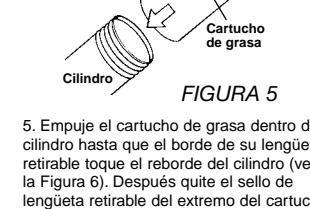

FIGURA 5
4. Quite la tapa de plástico del extremo del cartucho de grasa e insértelo, con el extremo abierto primero, en el cilindro (vea la Figura 5).